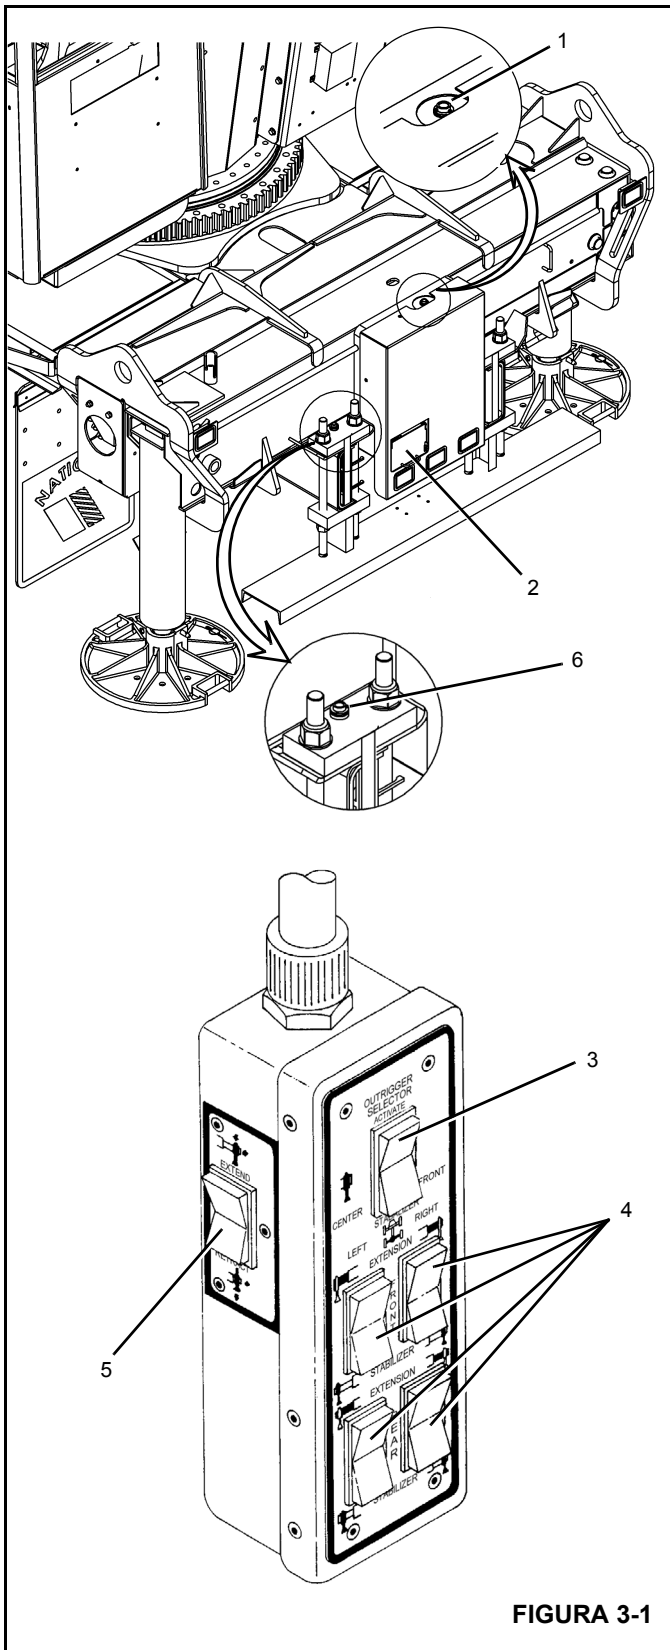

FIGURA 3-1
La caja de control de estabilizadores portátil (Figura 3-1) se encuentra en el compartimiento de almacenamiento de la parte trasera de la grúa. Los controles se accionan eléctricamente e incluyen cuatro interruptores selectores de estabilizadores, un interruptor de extensión/retracción y un interruptor opcional de estabilizador delantero. Un acelerador remoto del motor se encuentra debajo de la puerta de la cabina de la grúa y permite regular la velocidad del motor cuando se usan los estabilizadores.
El indicador de nivel principal se encuentra en la parte trasera de la grúa, en la parte superior de la caja de estabilizadores traseros (1) (Figura 3-1). El indicador de nivel secundario se encuentra en la parte trasera del camión, en el bastidor de la caja de torsión (6) (Figura 3-1).
La caja de control de estabilizadores portátil se almacena en un compartimiento ubicado en la parte trasera de la grúa (Figura 3-1) y se usa para controlar los estabilizadores.